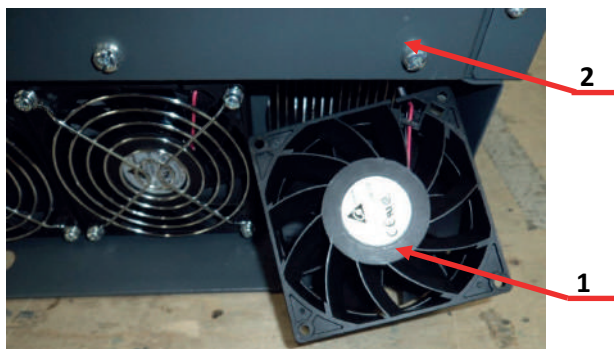

Рис.7.26
- 7.8.1. Расположить **вентилятор** поз.1 рядом с его посадочным местом на корпусе преобразователя частоты поз.2 (рис. 7.26).